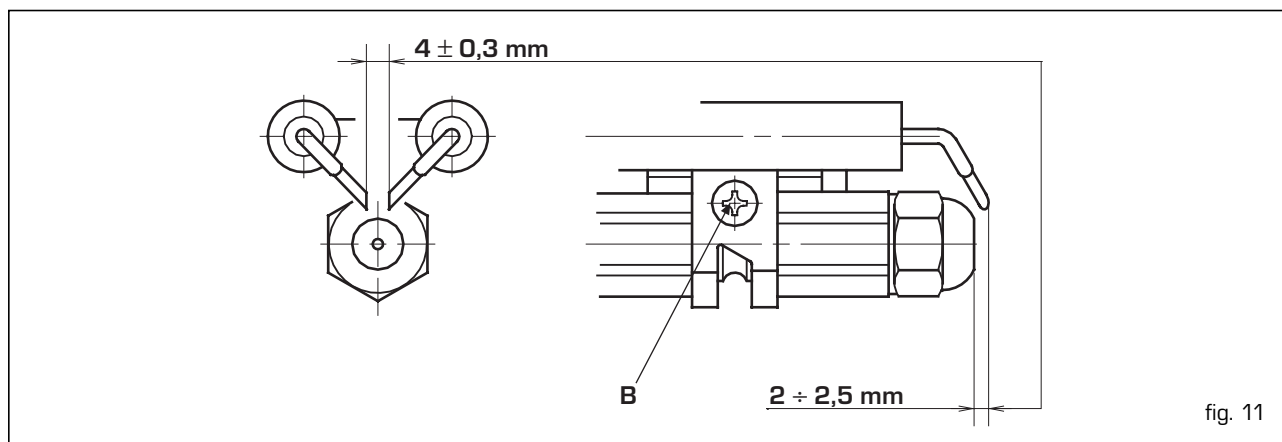

fig. 11
- Acoplar el quemador a la brida (1), retirar el cabezal de combustión (2) tras haber aflojado las tuercas (3).
- Retirar de la línea de sustentación de los inyectores (4) el grupo de electrodos (5) tras haber aflojado las tuercas (B, fig. 11, pág. 8).
- Atornillar el inyector (6).
Antes de desmontar o montar la boquilla, hay que aflojar el tornillo [B fig. 11] y correr hacia adelante los electrodos.
- Efectuar la limpieza de la fotoresistencia, (ver fig. 11, pág. 8).